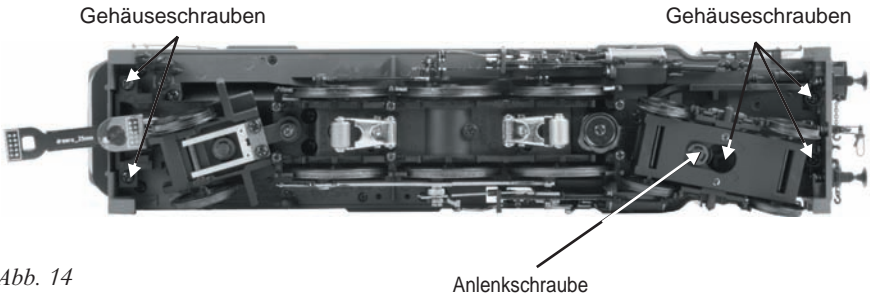

Abb. 14
- Des Weiteren sind die Schwenkfürungen der Drehgestelle zu schmieren, um ein möglichst reibungsarmes Gleiten am Rahmen zu ermöglichen. Die entsprechenden Schmierstellen sind in Abb. 14 aufgeführt.
Wird bei eingeschaltetem Rauchentwickler und ausreichendem Verdampferflüssigkeits-Vorrat wenig oder gar kein Rauch erzeugt, ist zu prüfen, ob das Dochtmaterial im Bereich des Heizelements verhärtet, dunkel verfärbt und somit nicht mehr saugfähig ist. Um den Rauchentwickler auszubauen, trennen Sie zuerst den Kessel von Rahmen (entfernen Sie die in Abbildung 14, Seite 40 gezeigten Befestigungsschrauben).